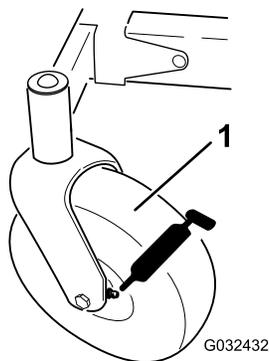

Рисунок 36
3. Очистите масленки (Рисунок 36) ветошью.
4. Присоедините к каждой масленке смазочный шприц (Рисунок 36).